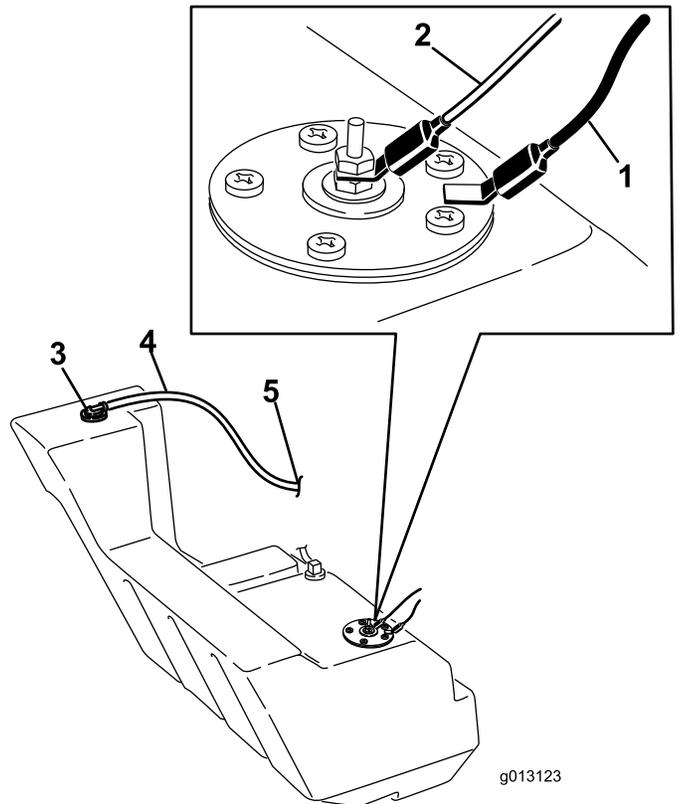

图 66
12. 断开连接到油箱右侧的 2 根电线 图 66。
21. 在油箱右侧将橙色导线连接到中心立杆并将黑色导线连接到外立杆 图 66。